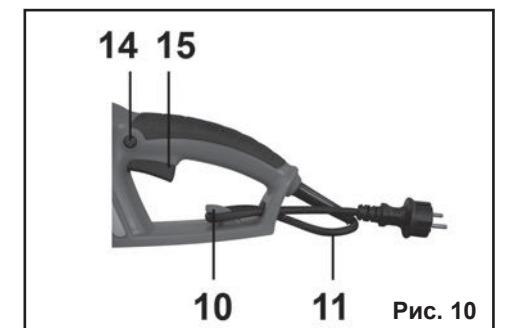

Рис. 10
8.3. Подключите вилку сетевого шнура питания (11) к розетке электросети. Для исключения повреждения сетевого шнура питания (11) зацепите его за фиксатор (10) как показано на Рис.10.